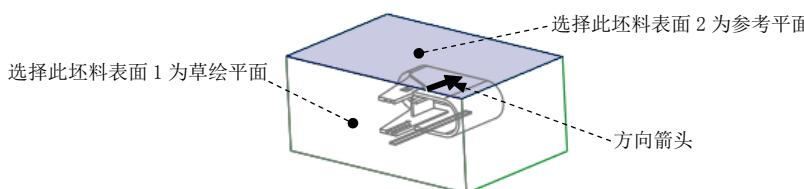

图 19.32 定义草绘平面
(1) 单击**编辑模具体积块**操控板 **形状** ▾ 区域中的 按钮, 此时系统弹出“拉伸”操控板。
(2) 定义草绘截面放置属性。右击, 从弹出的菜单中选择 **定义内部草绘...** 命令; 在系统 的提示下, 选取图 19.32 所示的坯料表面 1 为草绘平面, 接受图 19.32 中默认的箭头方向为草绘视图方向, 然后选取图 19.32 所示的坯料表面 2 为参考平面, 方向为 **上**, 单击 **草绘** 按钮, 此时进入草绘环境。